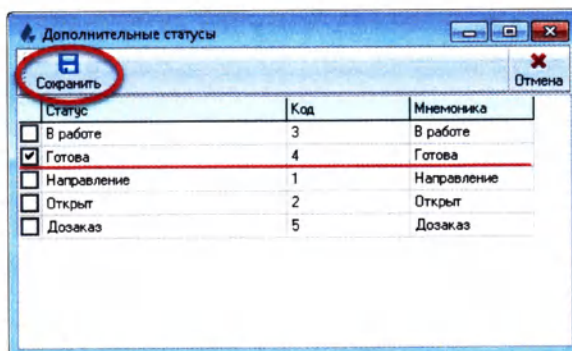

Рисунок 3.17
- В открывшемся окне, выберите актуальный статус и сохраните результат, нажав кнопку **«Сохранить»** (Рисунок 3.17):